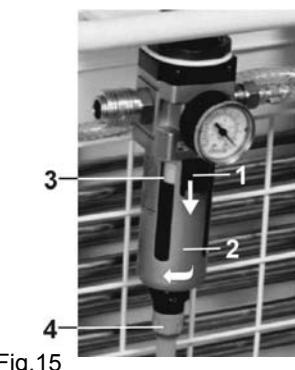

Fig.15
**Compresseurs équipés de l'unité de condensation et de filtration (Fig.15)**
(Fig.15)